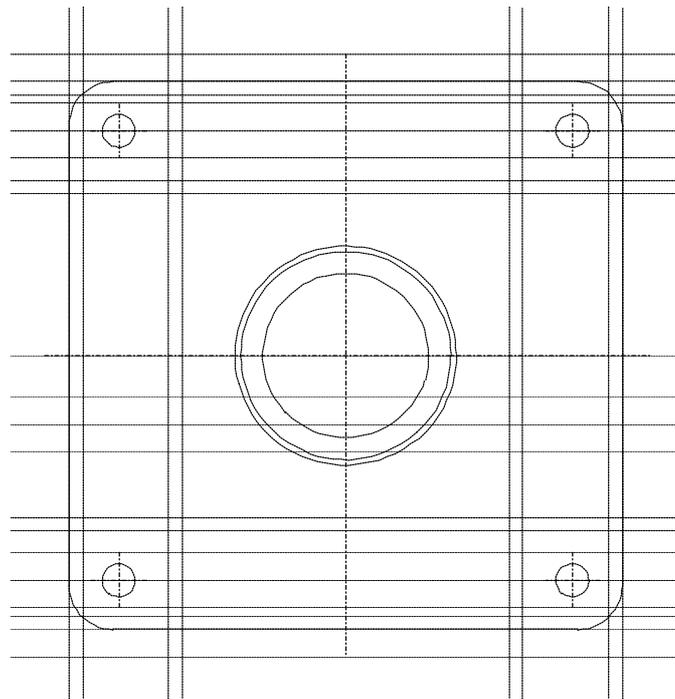

Abbildung 4.5: Hilfsgeometrie zur Vervollständigung der Seitenansicht von rechts
7. Erstellen paralleler Hilfslinien zu der Außenkontur wie in Abbildung 4.5 im Abstand 2.5; 18 und 20.5 zu den Außenkanten. Diese dienen zum Zeichnen der Wandstärke von 2.5 in den Rundungen.